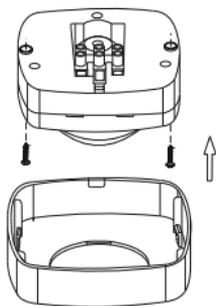

Рисунок 18 – Монтаж
- с помощью отвёртки с плоским жалом отщёлкнуть и снять защитную крышку датчика (рисунок 18);